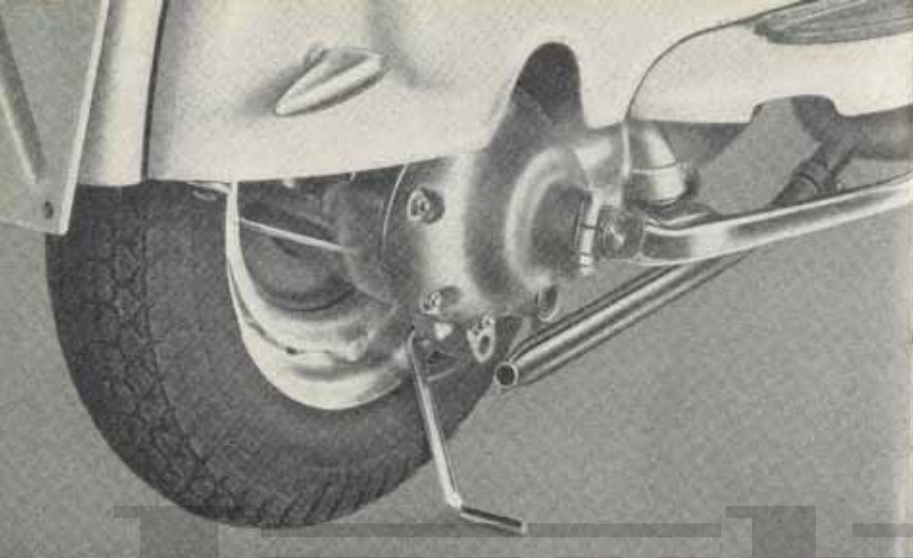

Abb. 9
- Im Werkzeugkasten befindet sich ein kleiner Stützhebel. Mit diesem stützt man das Motorgehäuse so ab, dass das Hinterrad vom Boden abgehoben wird. (Siehe Abb. 9);